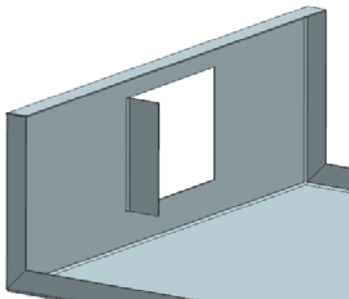

图 6-107 创建弯边特征
(4) 在“弯边”对话框中，单击按钮，创建弯边特征，如图 6-107 所示。